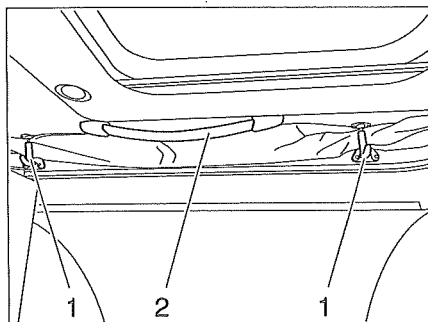

Bild 49 Fälltak
- Lossa säkringarna (Bild 49,1) genom att dra lätt i dem.
- Skjut fälltaket uppåt i handtagen (Bild 49,2).
- Dra fälltaket neråt i handtagen (Bild 49,2).
- Dra säkringarna (Bild 49,1) lätt neråt och haka i dem igen.